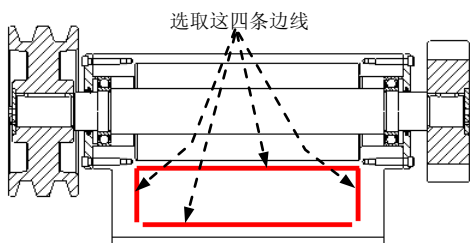

图 3.9.14 创建“使用边（一）”
② 创建“使用边（一）”。选择 **草绘** **→** **□** 命令，在系统的提示下选取图 3.9.14 所示的边线，然后单击中键，完成“使用边（一）”的创作。